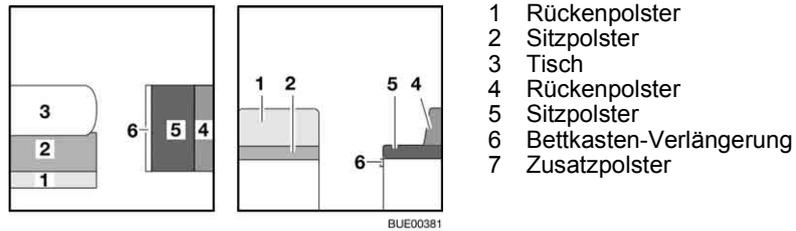

Bild 111 Vor dem Umbau
- Tisch (Bild 111,3) zum Bettunterbau umbauen (siehe Abschnitt 6.10).
- Das Rückenpolster (Bild 111,1) beiseite legen.